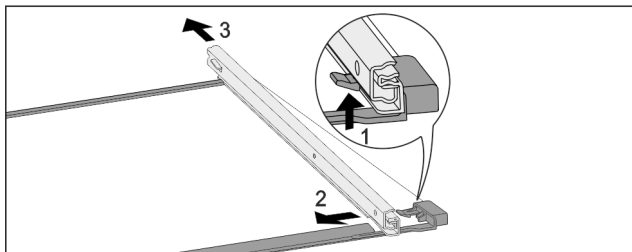

Fig. 172 Glashylla med skenor
- ▶ Tryck främre spärr uppåt. Fig. 172 (1)
- ▶ Skjut bort utdragsskena i sidled Fig. 172 (2) och bakåt Fig. 172 (3).